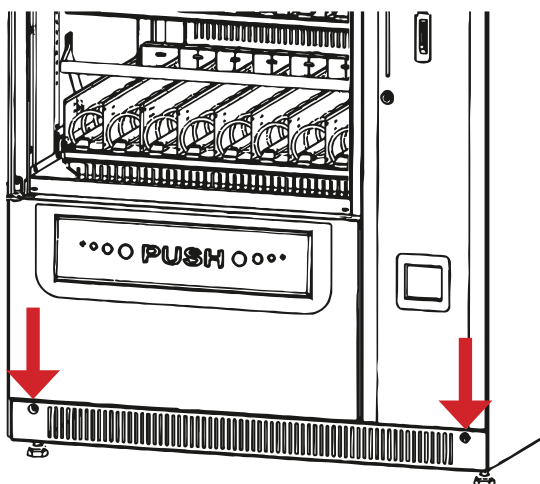

Рисунок 31 - Снятие вентиляционного кожуха
- Снимите лоток выдачи товара (см.рис.31...33) следующим способом :
- установите и закрепите вентиляционный кожух, затянув крепёжные винты (см.рис.31).